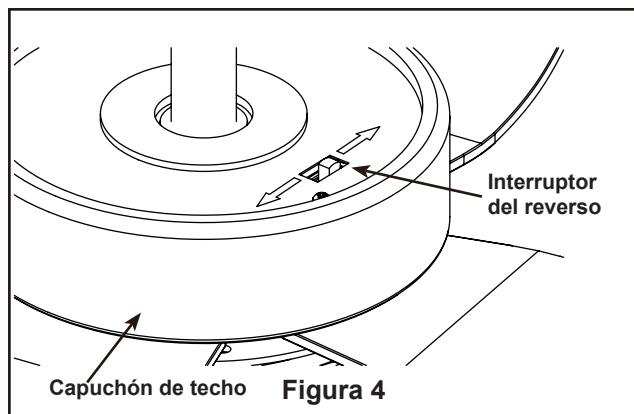

Figura 4
4. Si se desea que el flujo del aire vaya en la dirección opuesta, apague el ventilador y espere a que se detengan las palas. Deslice la carcasa de la cubierta para visualizar el interruptor del reverso. Deslice el interruptor del reverso ubicado en la parte superior del motor hacia la posición opuesta y encienda de nuevo el ventilador (Figura 4).